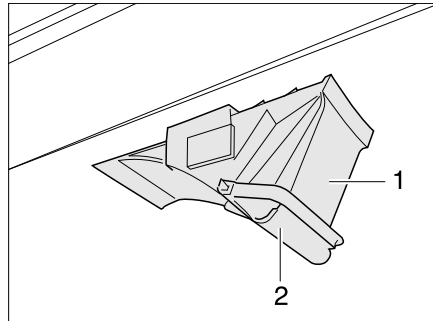

Bild 14 Unterlegkeil
- Den Haltebügel (Bild 14,1) nach unten schwenken.
- Den Unterlegkeil (Bild 14,2) aus der Halterung nehmen.